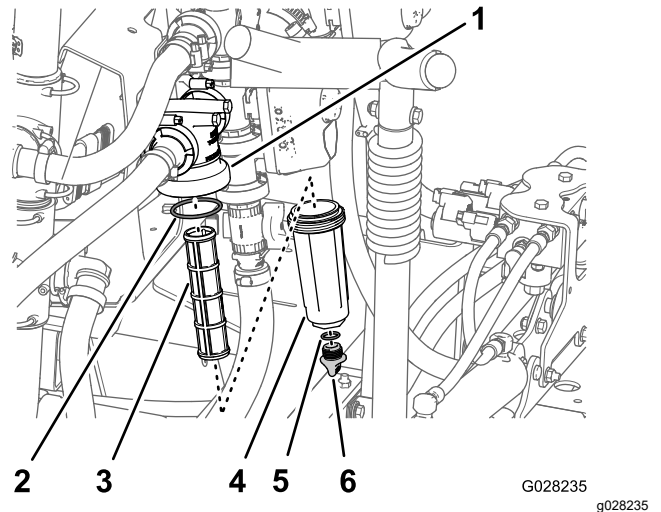

Figura 53
2. Allineate una bacinella di spurgo sotto il filtro della pressione (Figura 53).
3. Ruotate il tappo di spurgo in senso antiorario e rimuovetelo dal pozzetto del filtro della pressione (Figura 53).
4. Ruotate il pozzetto in senso antiorario e rimuovete la testa del filtro (Figura 53).
5. Rimuovete l'elemento del filtro della pressione (Figura 53).
7. Controllate la guarnizione del tappo di spurgo (situato all'interno del pozzetto) e la guarnizione del pozzetto (situato all'interno della testa del filtro) per escludere danni e usura (Figura 53).
8. Montate l'elemento del filtro della pressione nella testa del filtro (Figura 53).
9. Montate il pozzetto sulla testa del filtro e serrate manualmente (Figura 53).
- Montate il tappo di spurgo sul raccordo nella parte inferiore del pozzetto e serrate il tappo manualmente (Figura 53).